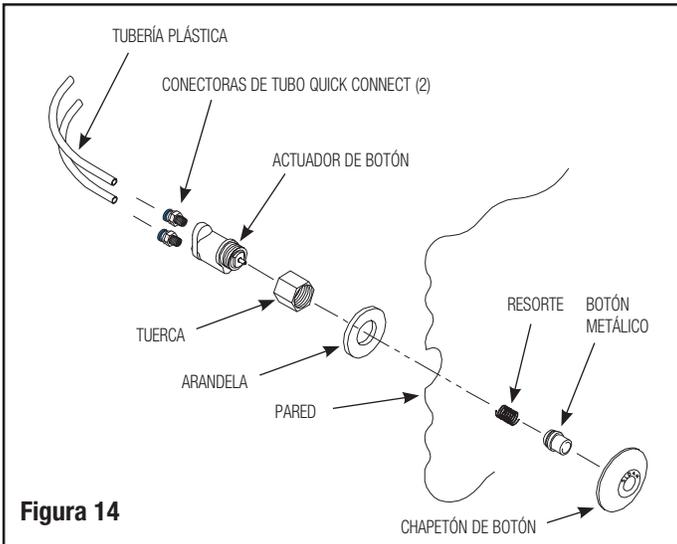

Figura 14
**INSTALACIÓN DE ACTUADOR DE BOTÓN METÁLICO MODELO HY-108-A (Figura 14)**